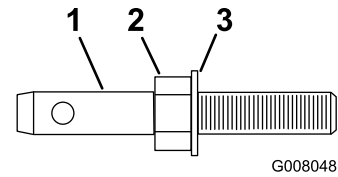

Figura 1
- A. Coloque una tuerca hexagonal en cada pasador de enganche (Figura 1). Coloque una arandela en cada pasador de enganche.